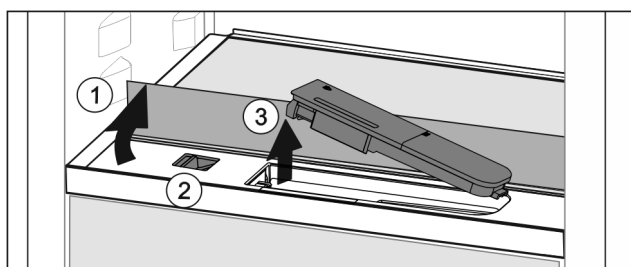

Fig. 48
- ▶ Glasplaat heffen en tot de aanslag naar achter klappen *Fig. 48 (1)*.
- ▶ Schuif *Fig. 48 (2)* naar links schuiven.
- ▶ Waterreservoir eruit halen *Fig. 48 (3)*.